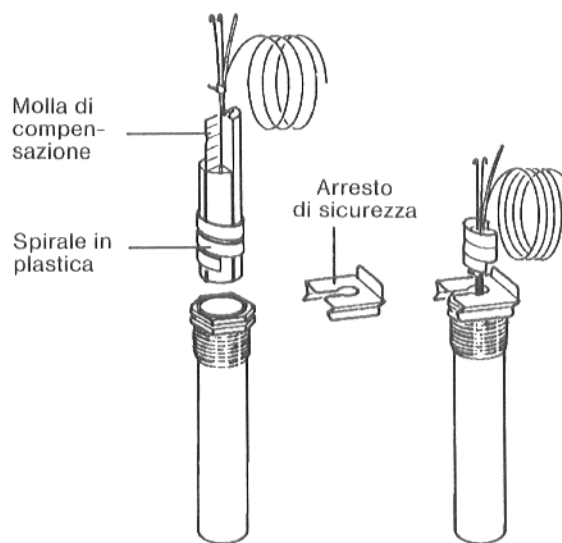

Fig. 17: Guaina e sonde di temperatura
12. L'arresto di sicurezza della sonde, a corredo fornitura apparecchio di regolazione, deve essere premuto da sopra o lateralmente sulla testa delle guaine d'immersione (pozzetti, Fig. 17).